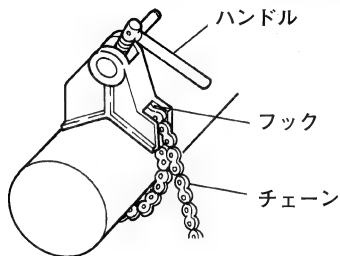

図 8
- (1) 既設管など、固定されているもの以外の加工物は、万力等でしっかり固定します。
- (2) チェーンをチェーンバイスのフックに確実に入れ、ハンドルをまわしてチェーンバイスを加工物にしっかり固定します。(図8)